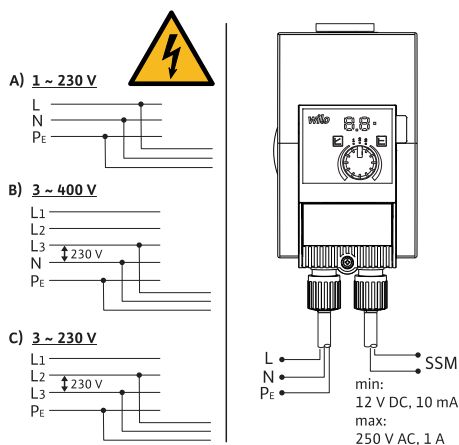

Fig. 3: Possibilità di allacciamento
- Collegare a reti a bassa tensione da 230 V. In caso di collegamento a reti IT (Isolé Terre) accertarsi assolutamente che la tensione fra le fasi (L1-L2, L2-L3, L3-L1 → Fig. 3) non superi i 230 V. In caso di guasto (guasto a terra), la tensione tra fase e PE non deve superare i 230 V.